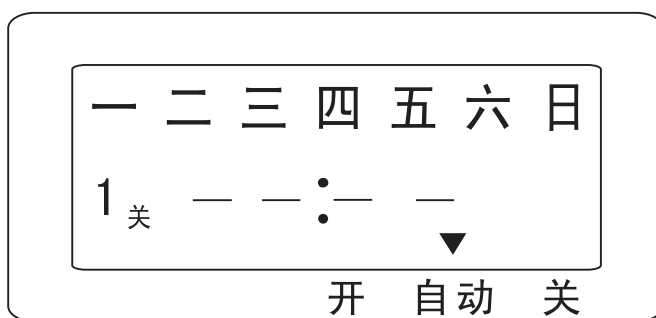

图2
5.3 设定第一次关闭时间:按一下“定时”键,液晶显示屏出现(图2)状态,再按“校时”键和“校分”键、输入第一次关闭时间。